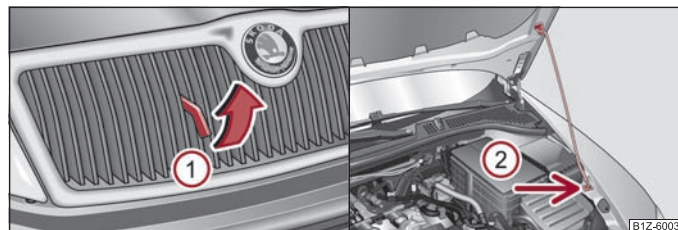

Fig. 13 Griglia radiatore: Leva di sbloccaggio / Fermo del cofano motore con sostegno
- Tirare la leva di sbloccaggio nel senso della freccia ① ⇒ fig. 13, il cofano motore si sblocca. ▶
- Rimuovere il sostegno dal supporto ed applicarlo nell'apertura prevista ② nel cofano motore.